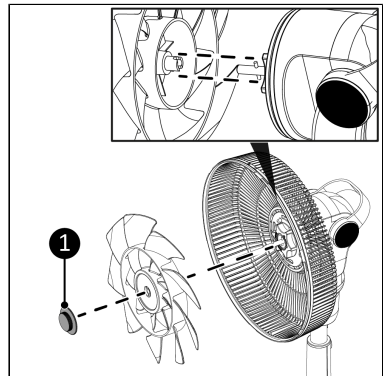

Abbildung 41.
10. Platzieren Sie die Flügelmutter (Abbildung 41, Pos. 1) und drehen Sie sie gegen den Uhrzeigersinn, um die Ventilatorflügel zu sichern.